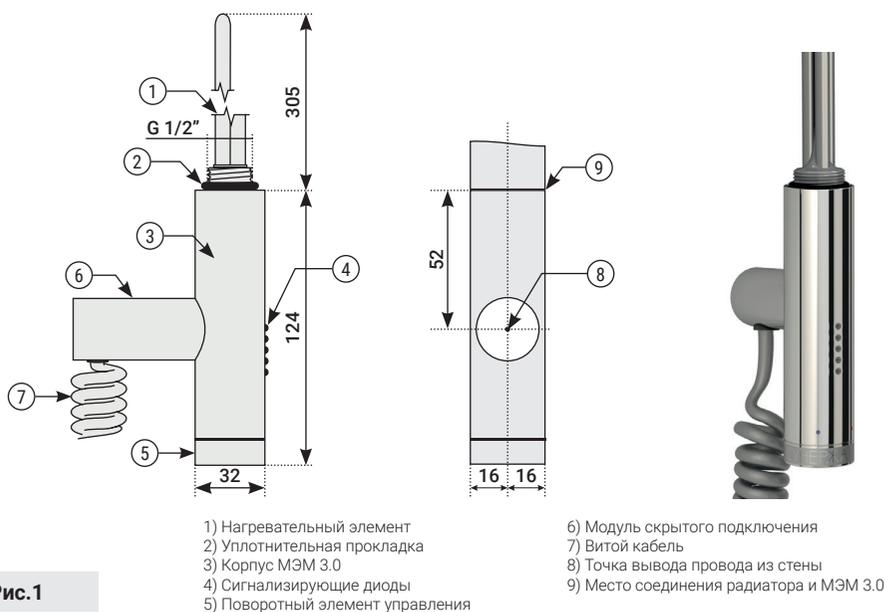

Рис.1
2.3. Составные элементы (рис. 1):